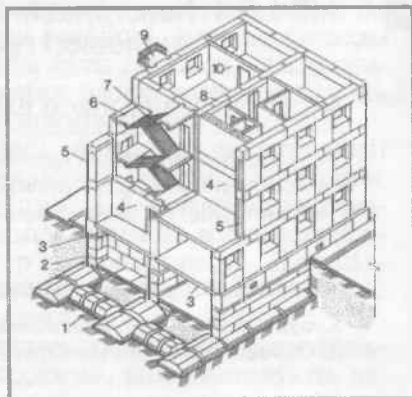

Рис. 38. Великопанельні будівлі з поздовжніми несучими стінами:
4. Безкаркасні великопанельні будівлі зводять з двома несучими поздовжніми стінами (рис. 38) і з поперечними несучими стінами. У великопанельних будівлях з поперечними несучими стінами всі стіни основні.